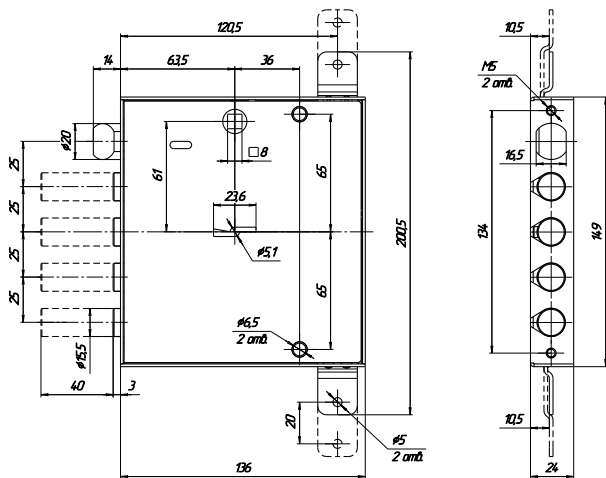

Рис.2
5.1. Произвести разметку и выполнить на полотне двери отверстия под пальцы засова, защёлки, отверстия для ключа, для стержня ручек фалевых, 2 отв. для крепления накладок, а в дверной коробке – отверстия для пальцев засова, защёлки (см. рис.2).